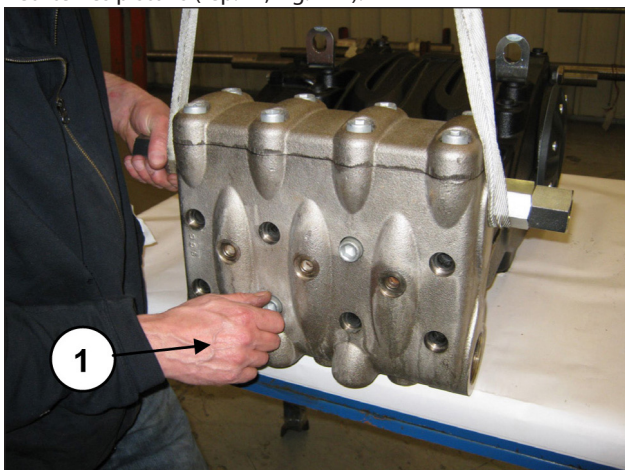

Fig. 111
Il est désormais possible de déposer la tête hydraulique du carter de pompe en dévissant les 8 vis M16x180 (rep. ①, Fig. 111).